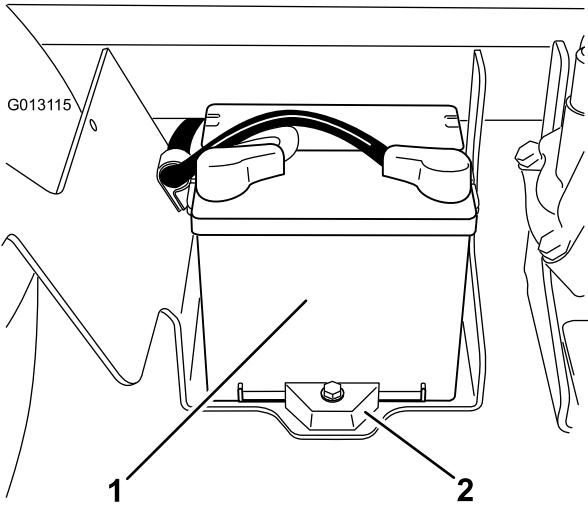

図 57
2. バッテリーは、機体右側、ポンプの後ろにある（図 57）。
5. バッテリー・リテーナと固定金具を外す（図 57）。
2. バッテリー押さえを元通りに取り付ける（図 57）。
4. バッテリーカバーを元どおりに取り付けノブで固定する（図 57）。
1. バッテリー・ボックスのノブ（図 57）をゆるめ、カバーを外す。